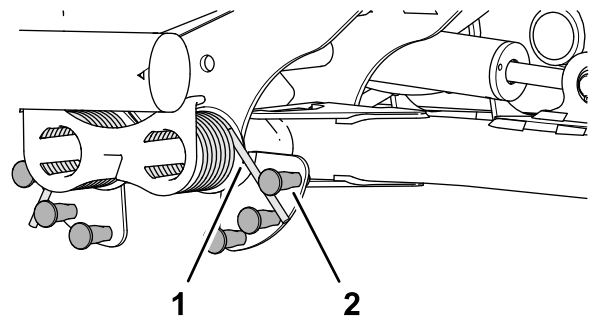

Bild 84
2. Stecken Sie das lange Ende der Gegengewichtsfeder in ein Rohr oder einen ähnlichen Gegenstand und schwenken Sie die Feder um den abgesetzten Bolzen in die gewünschte Position (**Bild 84**).